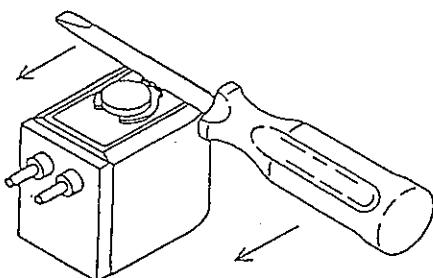

図15
- (1) 再組立は「5.1 分解手順」と逆の順序にて部品の組み忘れのないように組み立てください。
クリップ⑭の組み付け方は図15を参照ください。
- (2) 六角ボルト⑥は対角ごとに均等に締め付けてください。